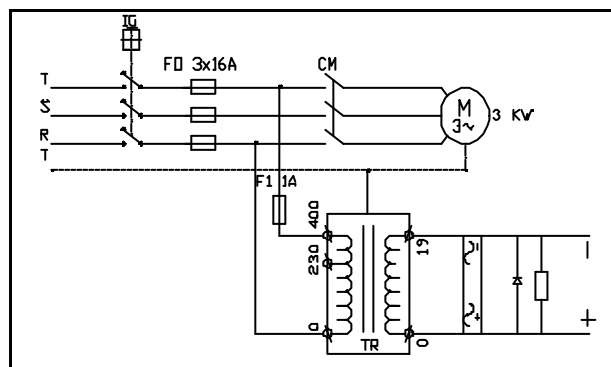

Fig.15
1. Sluit de voedingskabel in de bedieningskast aan volgens Fig.15.